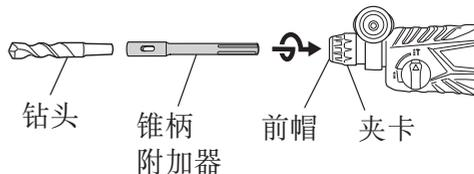
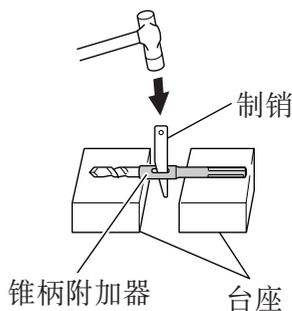

图 12
图 13
- (1) 把锥柄附加器安装在锤钻上。(图 12)
- (2) 把钻头 (锥柄) 安装在锥柄附加器上。(图 12)
- (3) 接通开关，按预定深度钻开一个孔口。
- (4) 拆卸钻头时，可将制销插入锥柄附加器的缝隙，把钻头放在台座上，用锥子敲打制销头部。(图 13)